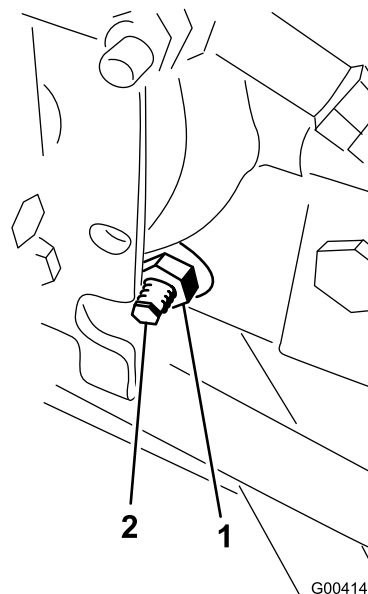

Figura 61
3. Dal lato destro dell'idrostat, allentate il dado di bloccaggio sulla camma di regolazione della trazione (Figura 61).